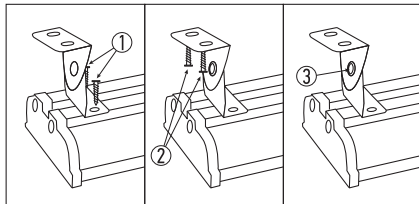

Рис. 1. Установка накладным способом
- Закрепите две скобы из комплекта на светильнике с помощью крепежа, входящего в комплект ①. Две ответные скобы закрепите на выбранной поверхности с помощью саморезов (в комплект не входят) ②. Затем установите светильник, соединив скобы между собой болтами из комплекта ③, Рис. 1.